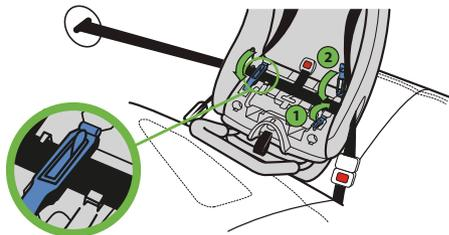

Figura 32
- Mientras mantiene apretado el cinturón del vehículo, cierre los dos broches para la posición viendo hacia atrás, como se muestra en la **Figura 32**.